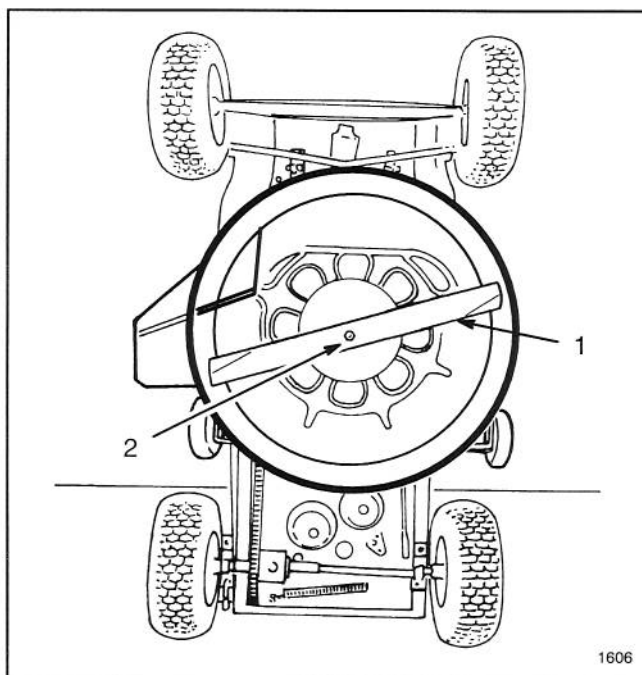

Figure 13
6. Tenir l'extrémité de la lame à l'aide d'un chiffon ou d'un gant épais, et enlever le boulon de la lame, la rondelle et la lame (Fig. 13).
9. Remonter dans l'ordre la lame, la rondelle puis le boulon (Fig. 13), et serrer le boulon à 61-81 Nm.